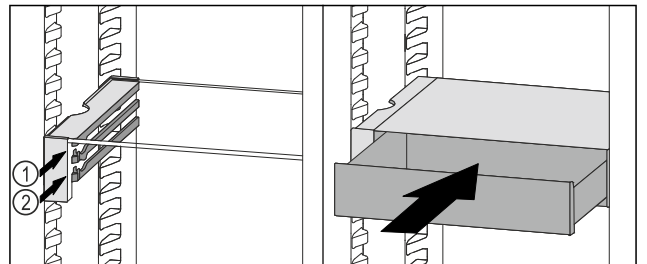

Fig. 134
- ▶ Așezați sertarul VarioSafe în spatele opritoarelor pe nervura dorită Fig. 134 (1) sau Fig. 134 (2).